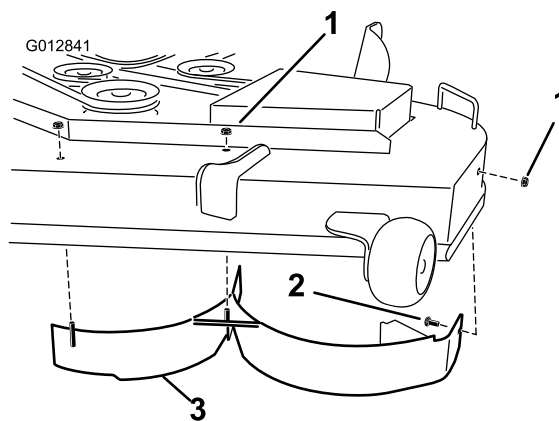

Bild 32
6. Entfernen Sie die zwei Sicherungsmuttern (5/16 Zoll) die an den geschweißten Pfosten des linken Ablenkblechs oben am Mähwerk in der Mitte und links von der Mitte befestigt sind (Bild 32). Entfernen Sie die Schlossschraube und Sicherungsmutter an der Seitenwand des Mähwerks, mit denen das linke Ablenkblech am Mähwerk befestigt ist.
7. Entfernen Sie das linke Ablenkblech vom Mähwerk, wie in Bild 32 dargestellt.
8. Sie finden die zwei Schrauben und Sicherungsmuttern in den losen Teilen. Setzen Sie die Befestigungen in die Löcher oben am Mähwerk ein, wie in Bild 32 dargestellt, um das Herausschleudern von Grünabfällen zu vermeiden. Setzen Sie die Schraube durch die Unterseite des Mähwerks ein und befestigen sie mit einer Sicherungsmutter von oben.